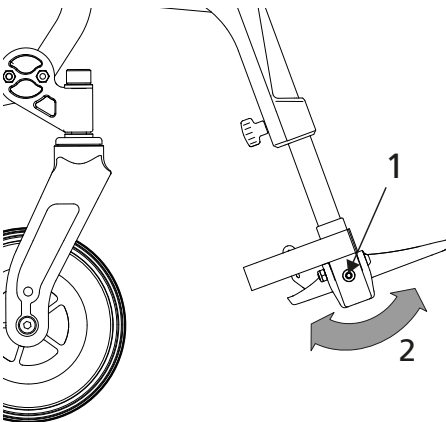

bild 21
1. Lossa låsskruven (pos. 1 i bild 21) några varv. Anpassa fotstödet lutning på önskat sätt (pos.2 i bild 21).
2. Dra sedan åt skruven (pos. 1) igen.